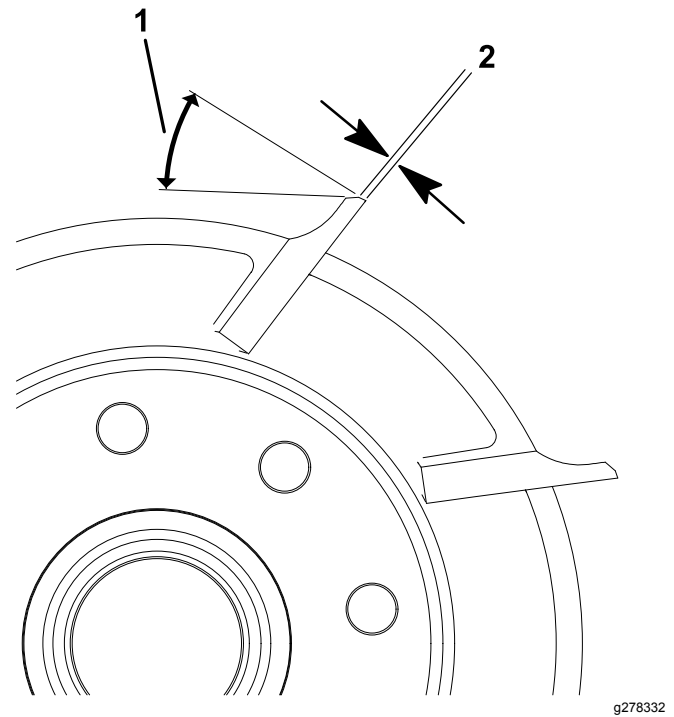

Figura 19
1. Aplique uma amolação de retificação de 30° em todas as lâminas do cilindro até a largura ser de 0,76 a 1,27 mm (Figura 19).